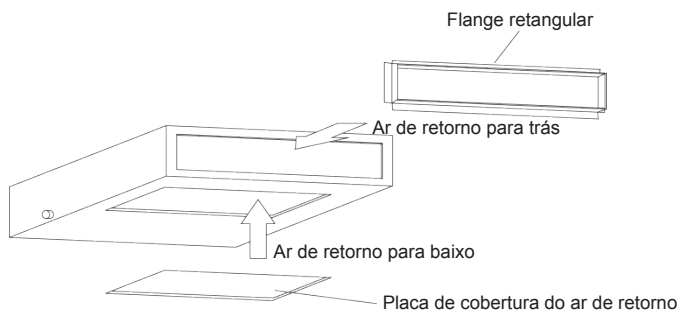

Fig. 11
a. A localização da instalação predefinida do flange retangular encontra-se na parte traseira e a placa de cobertura do ar de retorno encontra-se na parte inferior, como mostrado na Fig. 11.